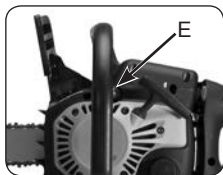

Fig. 9C
- Push the primer bulb (E) 10 times (Fig. 9C).